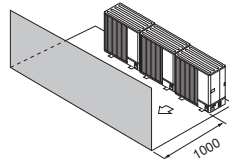

Fig. 2-14
- (3) Obstruction ou surface non dégagée à l'avant uniquement (Fig. 2-14)